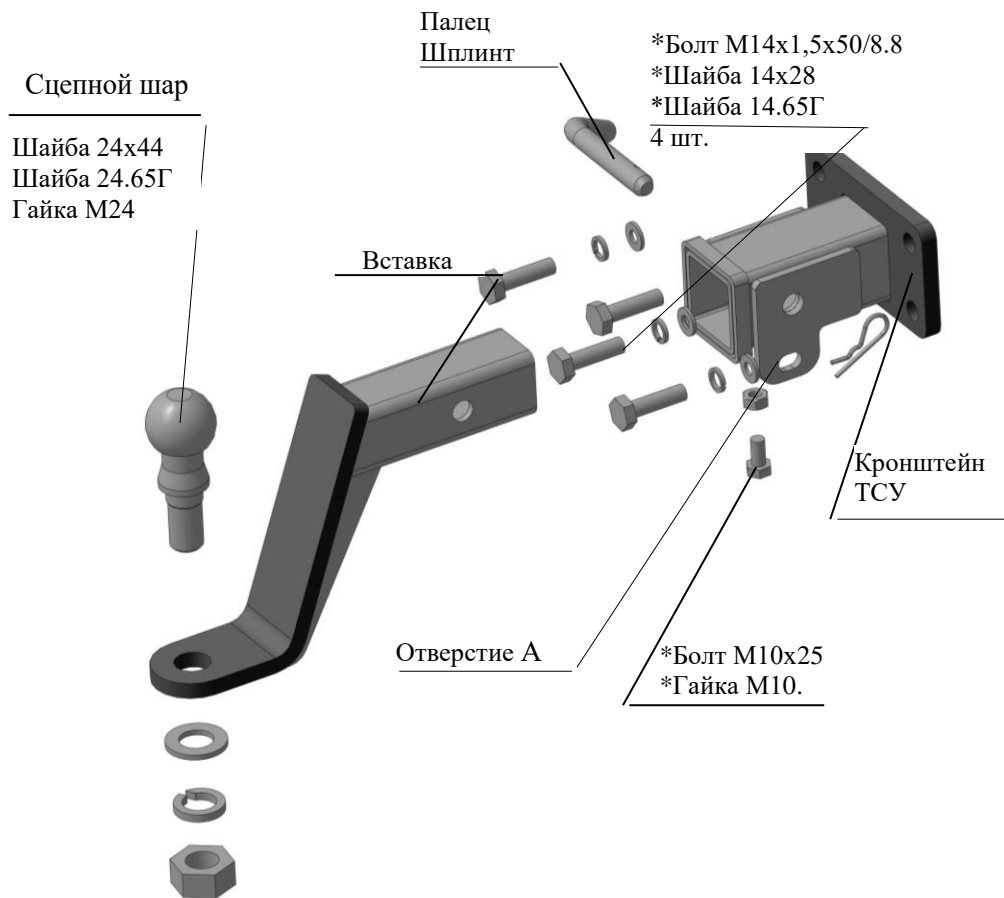

Рис.1 Тягово-сцепное устройство ТСУ 8123.
2.1 ТСУ 8123 в сборе (рис.1)	1 шт.
2.2 Пакет с комплектующими (см. рис.1)+защитный колпак	1+1 шт.
4.3 Вставить в кронштейн вставку и закрепить пальцем и шплинтом (предварительно затянув крепеж сцепного шара как показано на рис.1)